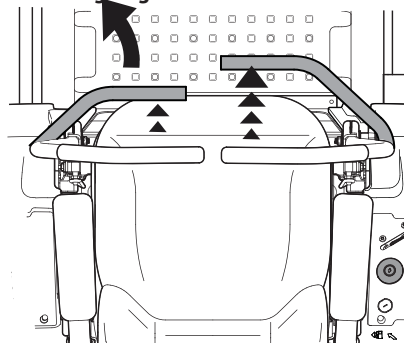

Figure 3-6
1. Pour tourner à gauche, tirez la barre de conduite gauche vers vous et poussez la barre de conduite droite vers l'avant. Voir Figure 3-6.